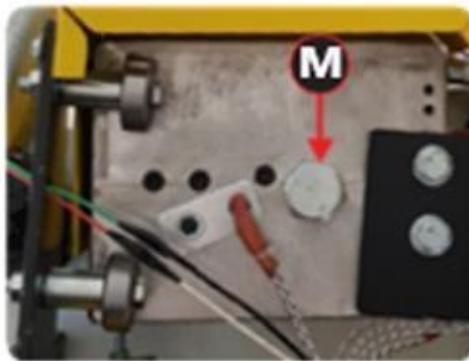

Figura 16 - Bujão de sangria
- Retire o parafuso M, **Figura 16**, localizado na parte inferior do coleiro. Deve-se tomar cuidado com este procedimento visto que o coleiro estará quente, o que é necessário para liberar a porca.